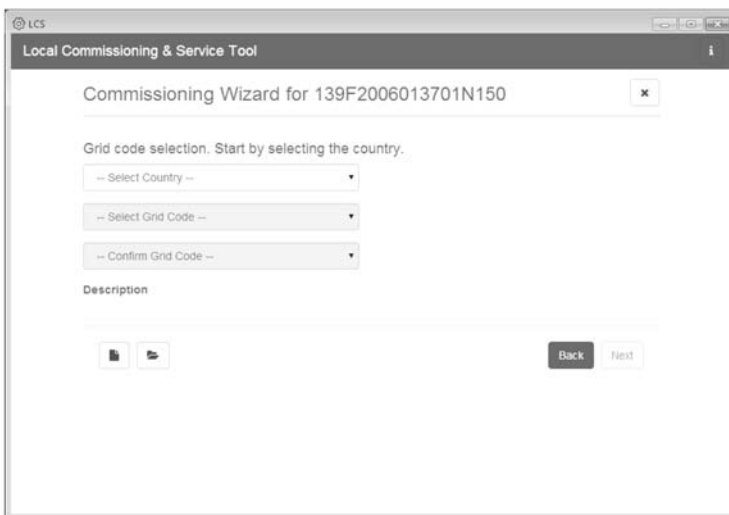

Imagen 5.6. LCS-Tool: selección de país y código de red
7. Seleccione el país deseado de la lista de opciones disponibles para los inversores de la red. Consulte la imagen 5.6.
8. Seleccione el código de red deseado de la lista de opciones disponibles para el país seleccionado. Si necesita un código de red personalizado, puede cargarlo mediante el botón [**Load**]. Consulte la imagen 5.6. El botón [**Create**] está inactivo y no se puede utilizar.